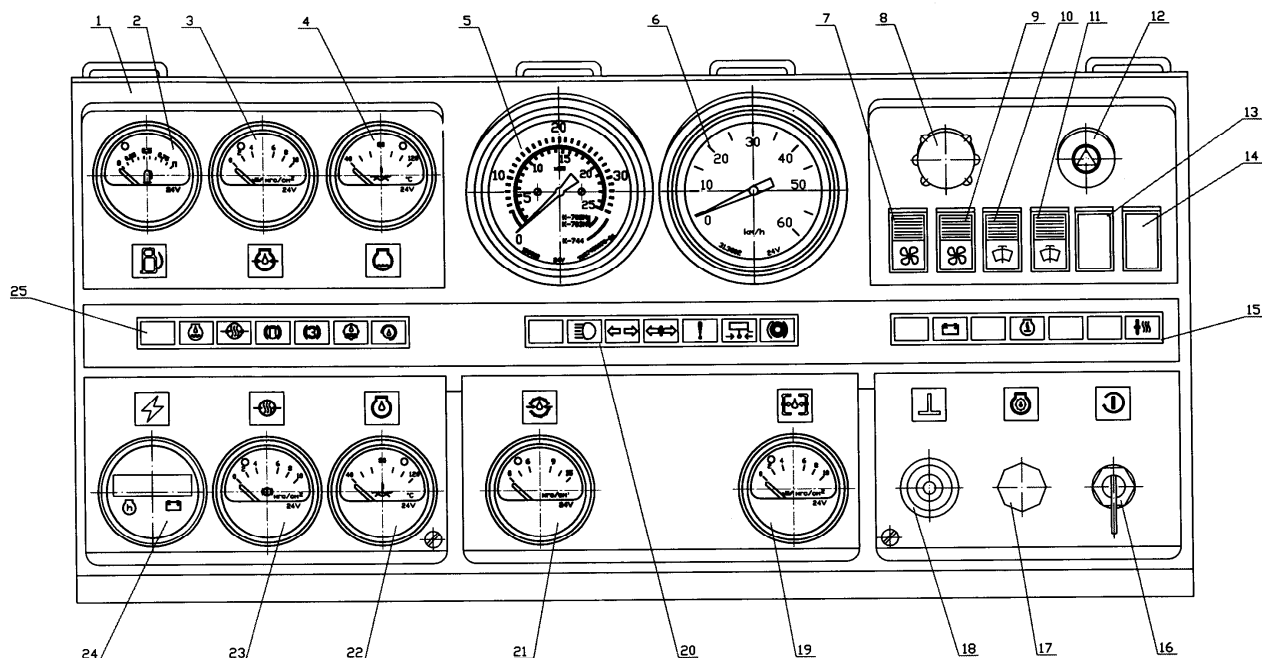

Рис. 16 Щиток приборов
- включить подсветку приборов на щитке выключателем 8 (рис. 16);